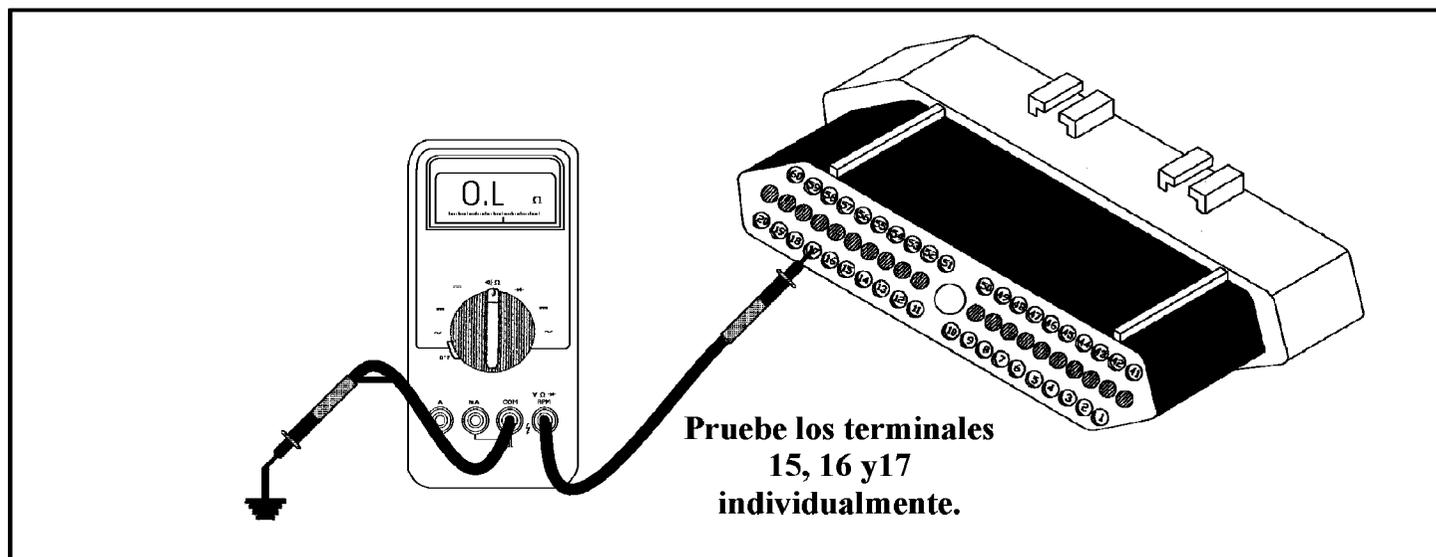

Figura 16
- Deje el relé desconectado. Desconecte el conector del TCM y el del cuerpo de solenoides. Fije el metro para medir ohm's. Coloque el cable negativo del metro a una buena tierra y con el cable positivo pruebe los terminales 15, 16 y 17 en el conector del TCM como se ve en la figura 16. El metro debe registrar que estos tres alambres están abiertos. Si se observa una lectura de ohm en uno de los alambres, ese alambre tiene un corte a tierra y tendrá que ser reparado. Si el metro le da una lectura de abierto en los tres alambres, vaya al proximo paso.